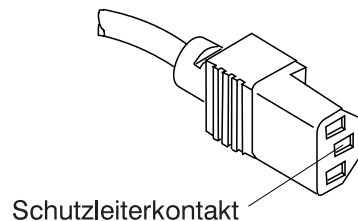

Figure 0-13. Schutzleiterkontakt des Wechselstromverteilerkastens
- Prüfen, ob die elektrische Verbindung zwischen allen in der Erweiterung der Steuereinheit installierten Einheiten (Serviceprozessor, Netzknotenprozessor, Modem, optisches Plattenlaufwerk) und dem Schutzleiterkontakt des Wechselstromverteilerkastens gewährleistet ist (siehe Figure 0-13).